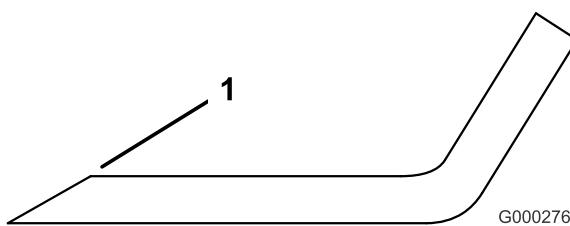

Figura 23
- 3. Inspeccione los filos de corte de todas las cuchillas. Afíle los filos de corte si están romos o tienen mellas. Afíle únicamente la parte superior del filo y mantenga el ángulo de corte original para asegurar un filo correcto (Figura 23). La cuchilla permanecerá equilibrada si se retira la misma cantidad de metal de ambos filos de corte.